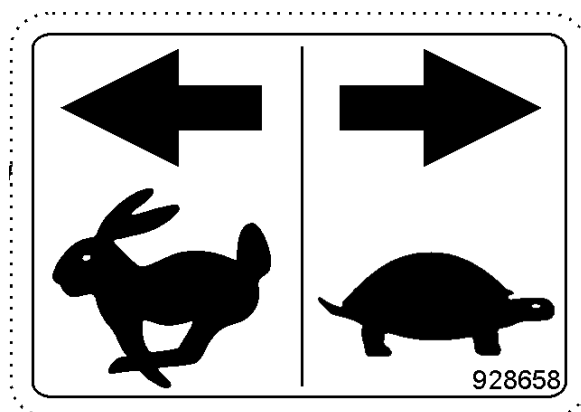

Fig. 37
(Fig. 37)
5. Anslut kopplingshandsken för bromsledningen (gul) (Fig. 37/1) till gulmarkerat bromsuttag på traktorn.
9. Anslut kopplingshandsken för försörjningsledningen (röd) (Fig. 37/2) till rödmarkerat bromsuttag på traktorn.